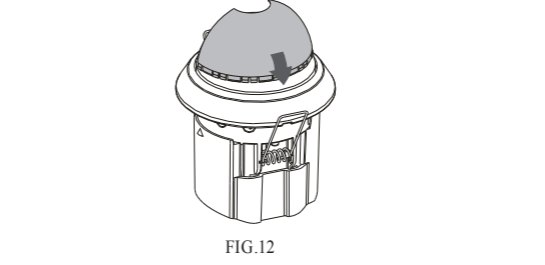

FIG.12
4.3.2. Fixação da proteção da lente: Há um gancho circular na parte traseira da estrutura decorativa, pelo que a proteção da lente foi concebida com uma ranhura circular. A proteção da lente pode ser colocada encaixando a ranhura da proteção da lente no seu gancho correspondente na estrutura decorativa (consulte a FIG.12).